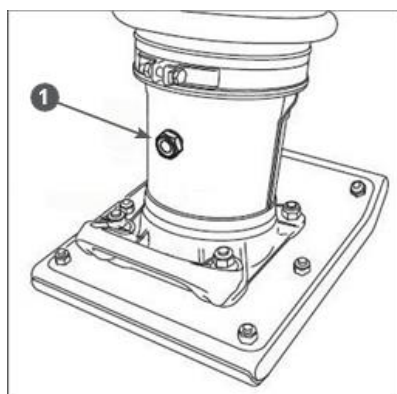

Рис.19 - Замена масла в рабочем цилиндре 1. Пробка со смотровым отверстием для контроля уровня масла
Слив масла из рабочего цилиндра и заправка масла в рабочий цилиндр осуществляются через отверстие для контроля уровня масла с задней стороны рабочего цилиндра (Рис. 19).
4. Выкрутите пробку 1 и слейте масло в подготовленную для этого емкость (Рис. 19). Поднимите нижнюю часть вибротрамбовки за трамбовочный башмак для того, чтобы полностью слить масло из рабочего цилиндра.
8. Закрутите пробку 1 со смотровым отверстием для контроля уровня масла и верните вибротрамбовку в рабочее положение (Рис. 19).